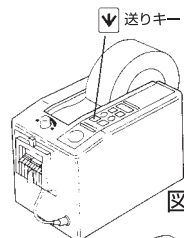

図 5
6. 送りキー  を少しずつ、数回に分けて押しテープを送ります。(図5)